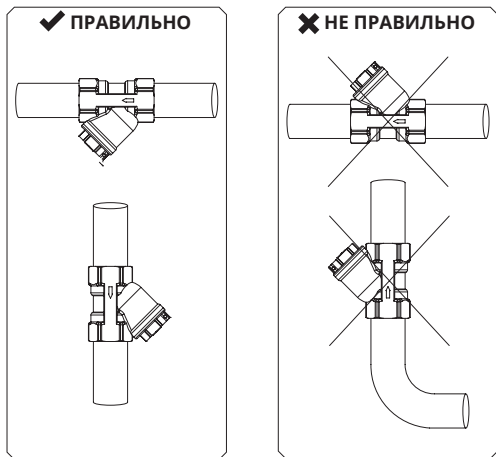

Рис. 1. Правильні і хибні способи установки фільтра грубої очистки
1. Фільтр може бути встановлений як у горизонтальному, так і у вертикальному положенні, при цьому, заглушка має бути направлена донизу (див. рис. 1), а стрілка на корпусі повинна співпадати із напрямком потоку середовища, що фільтрується.